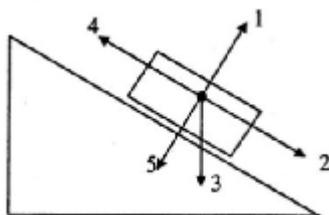

Рис.4-Движение бруска вниз по наклонной плоскости
7. Брусок движется равномерно вниз по наклонной плоскости (рис.4).